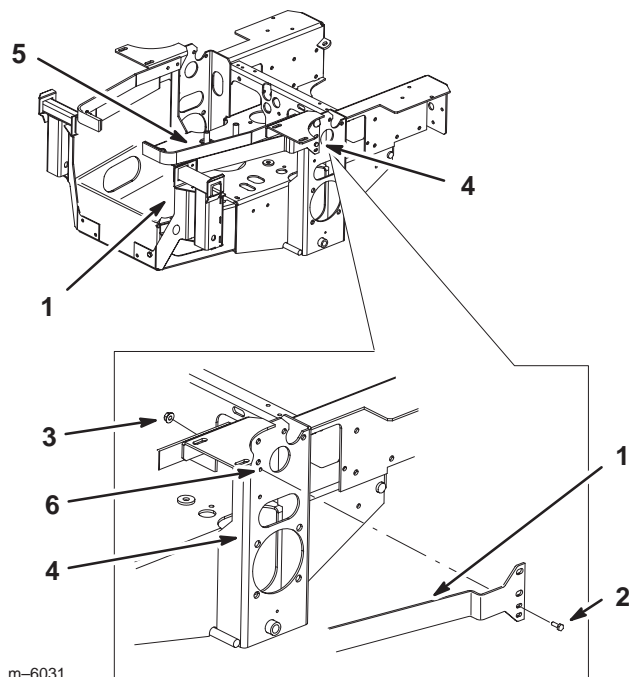

Figure 7
5. A l'aide du trou de 6 mm existant dans le cadre latéral, montez sans serrer le support de fixation du dispositif de ramassage au cadre latéral (Fig. 7). Utilisez 1 boulon (1/4 x 3/4") et 1 écrou à collerette (1/4") (Fig. 7).